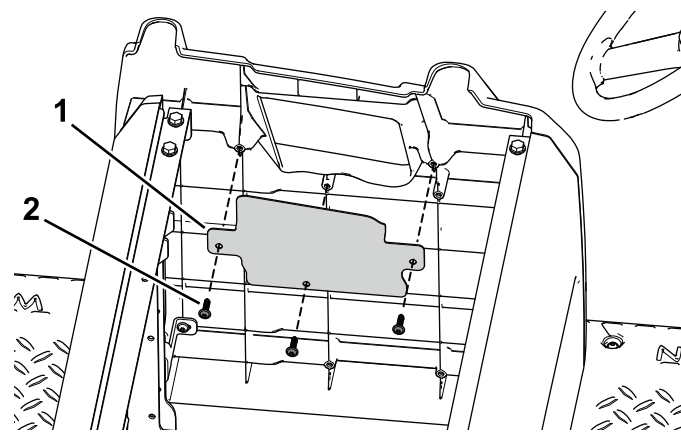

図 44
2. オープニングカバーをサイドプレートに固定するタッピングねじ3本を使う 図 44。